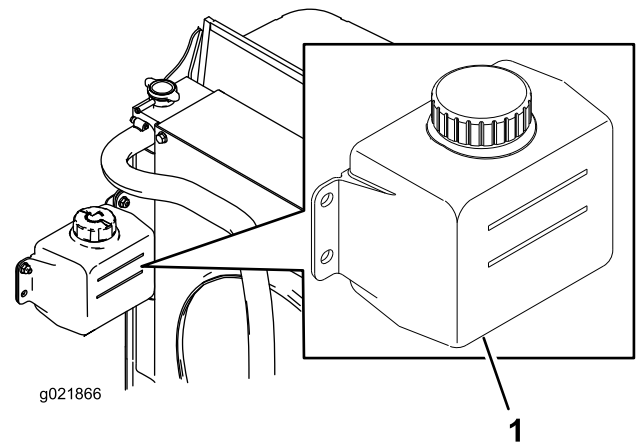

Figura 16
1. Verifique o nível de líquido de arrefecimento do depósito secundário (Figura 16).